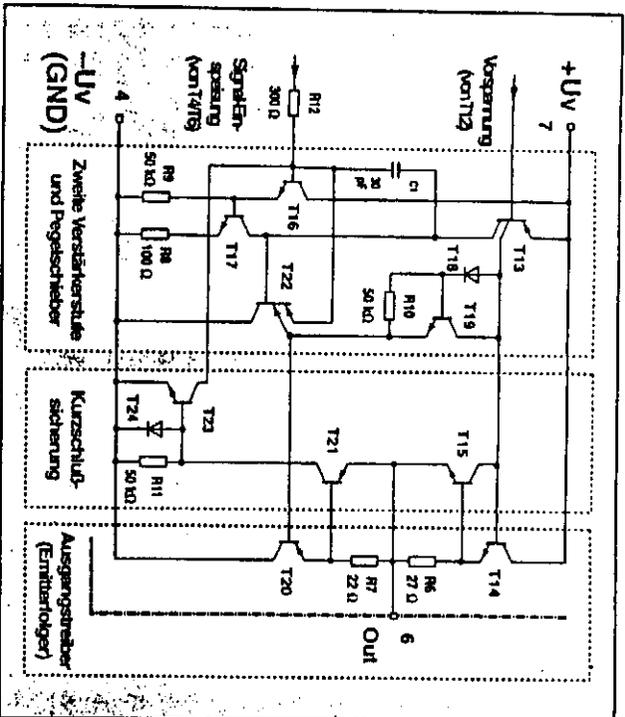

Bild 11: Im Eingang der zweiten Verstärkerstufe liegt der Emitterfolger T16; ein ziemlicher Aufwand ist für die Kurzschlussfestigkeit getrieben worden.
Auch die zweite Hälfte der Innen-schaltung ist leichter durchschau-bar, wenn man sie etwas entwirrtet darstellt wie in Bild 11. Im Eingang der zweiten Verstärkerstufe liegt gleich wieder ein Emitterfolger (T16), der beide Stufen voneinander entkoppelt. An seinem Arbeitswi-derstand R9 nimmt Transistor T17 das Signal ab und verstärkt es (in dieser Stufe ca. 6000fach).
■ Beim Blick auf Bild 11 erkennen Sie, welcher Aufwand allein für die Kurzschlussfestsicherung getrieben wurde. Man wollte einen gutmulti- gen und robusten OpAmp schaffen, wozu diese Maßnahme entscheidend beiträgt. Bei einem ausgangsseitigen Kurzschluss nach -Uv fließt durch R6 ein so großer Strom, daß der sonst ruhige T15 anfängt zu leiten; dadurch nimmt er T14 so viel an Basisspannung weg, daß nur noch der unschädliche Kurzschlussstrom von ca. 25 mA fließen kann.